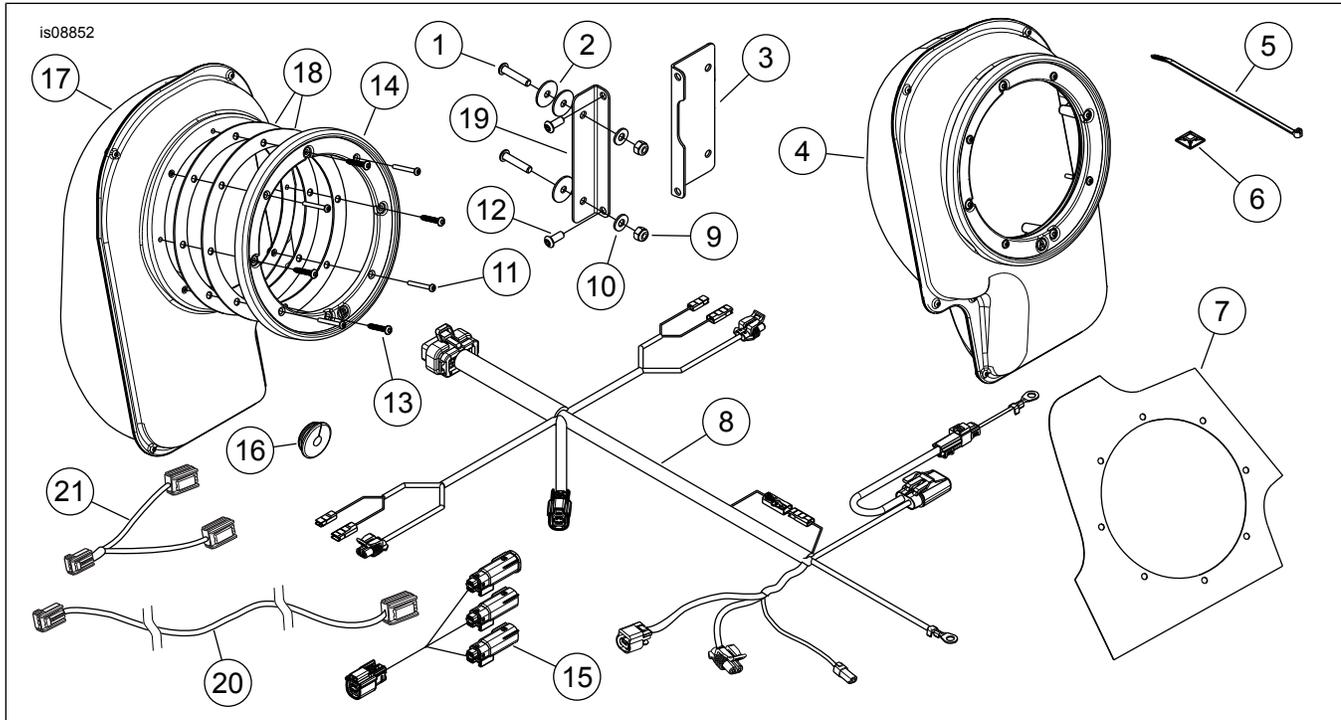

Figura 9. Parti di ricambio: Installazione kit di espansione degli altoparlanti
5. Vedere Figura 9. Installare la staffa (3) sul lato connettore dell'amplificatore (l'amplificatore è venduto separatamente). Fissare con le viti (12). Serrare le viti a:
- a. Vedere Figura 9. Collocare una guarnizione (18) sulla superficie esterna. Allineare i fori.
- b. Collocare un anello di rivestimento (14) sopra la guarnizione e il foro centrale. (L'anello di rivestimento di sinistra è contrassegnato da una "A". L'anello di rivestimento di destra è contrassegnato da una "B"). Girare l'anello di rivestimento in modo che la lettera si trovi sulla parte inferiore.
- d. Passare attraverso il foro centrale. Allineare i fori nella cassa, nella guarnizione (18) e nella scocca. Inserire la vite in plastite (13) in un foro svasato.
- a. **Configurazione a 6 altoparlanti Stage I:** collegare il cablaggio [296] al cablaggio a 16 vie (installato in precedenza tramite il kit dell'amplificatore nella carenatura) che si trova dietro la sella del passeggero. **Configurazione dei 6 altoparlanti Stage II:** collegare il cablaggio di interconnessione a 3 vie (elemento 15, Figura 9) al cablaggio a 16 vie (installato in precedenza tramite il kit dell'amplificatore nella carenatura) che si trova dietro la sella del passeggero. Collegare il cablaggio del [296] al cablaggio di interconnessione triplo.